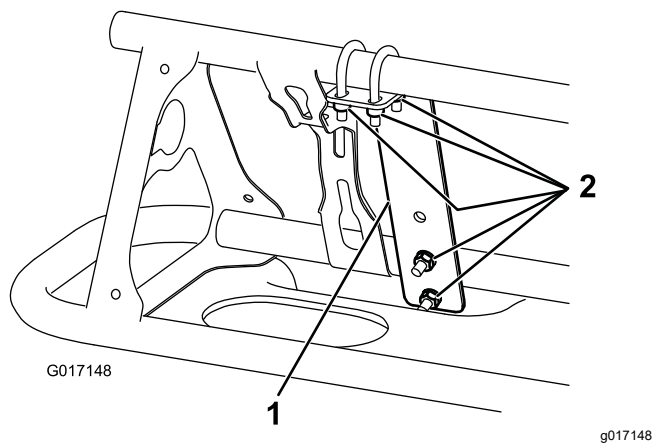

图 16
1. 用 3 个 U 形螺栓和 6 个锁紧螺母 1/4 英寸在靠近最外面喷嘴的每个喷洒臂的正面安装安装支架图 15 和图 16。